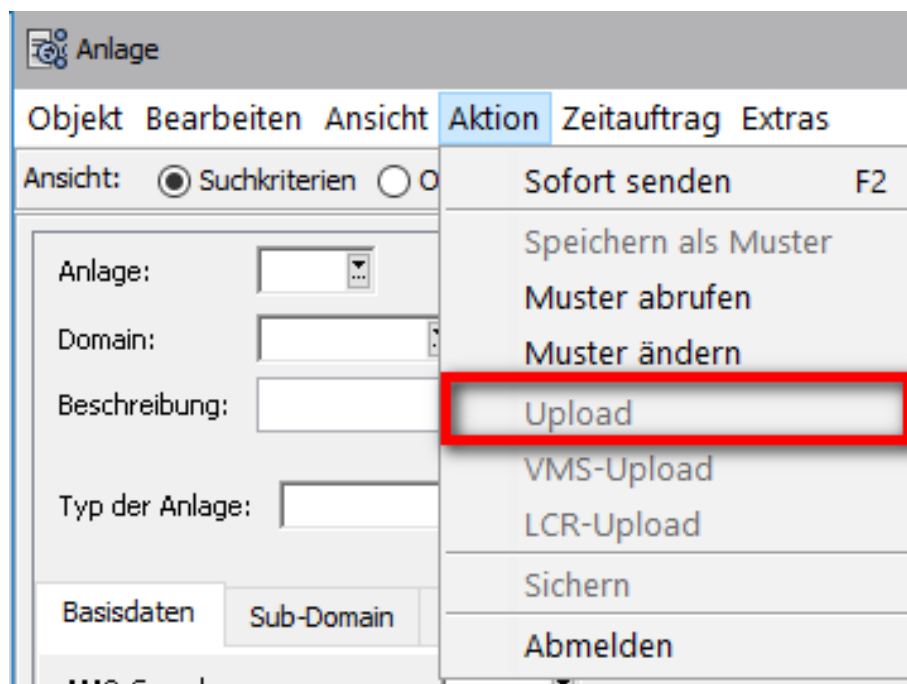

Figure 68: Das Menü "Aktion" im Dialogfenster "Anlage"
- a) Fall 1: Bisher wurde noch kein Upload durchgeführt Wenn bisher noch keine Upload-Vorgänge durchgeführt wurden (neues System), gestattet Configuration Management nur ein Upload All (siehe Bild 68). Bei einem Upload All handelt es sich um eine vollständige Synchronisierung der OpenScape 4000-Kundendatenbank. Ergebnis eines Upload All-Vorgangs ist die Duplizierung aller OpenScape 4000 Manager-bezogenen Kundendaten im OpenScape 4000 Manager-Server.